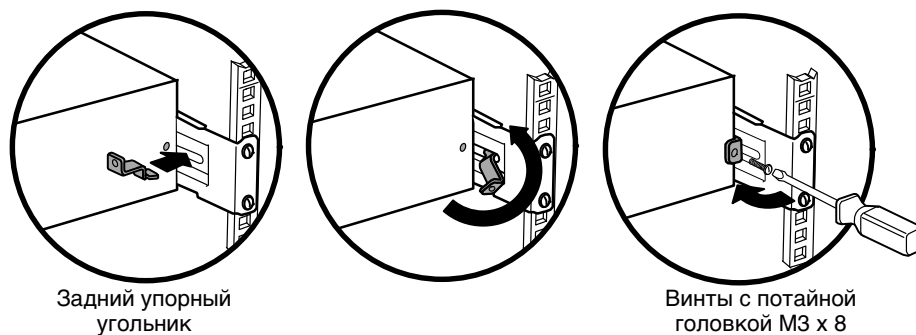

**Рисунок 7. Крепление передней части корпуса**
12. Закрепите переднюю часть ИБП в стойке с помощью М6 х 16 круглой головкой и двух кузовных гаек с каждой стороны (см. Рисунок 7). Установите нижний винт с каждой стороны через нижние отверстия в крепежной скобе и направляющей.